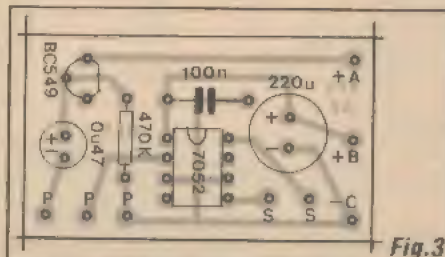

Fig. 3
- **FIG. 3 - CHAPEADO DA MONTAGEM** - O circuito, em si, já é muito simples, e a presença do integradinho amplificador tornou-o ainda mais sintético... Com isso, a quantidade de componentes (basta ver a **LISTA DE PEÇAS**...), extremamente reduzida, torna facílima a realização prática, mesmo para um iniciante. Com a estilização de todas as principais peças,